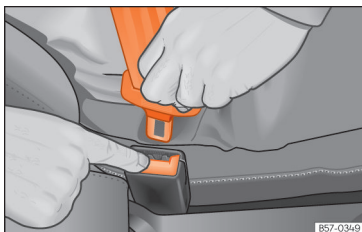

Fig. 21 Eliberați limba centurii de siguranță.
- Apăsăți butonul roșu de pe cataramă » » fig. 21. Limba centurii va fi eliberată din cataramă.